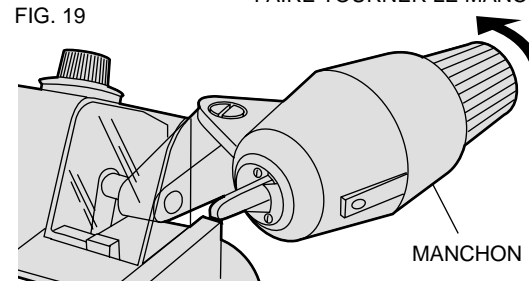

FIG. 19
6. Abaisser la tête pivotante vers l'arrière en position de repos illustrée. Faire tourner le manchon sur 180° dans le sens horaire jusqu'à ce qu'il s'enclenche dans la deuxième position. (Le positionneur se trouve alors sous le mandrin (fig. 19).)